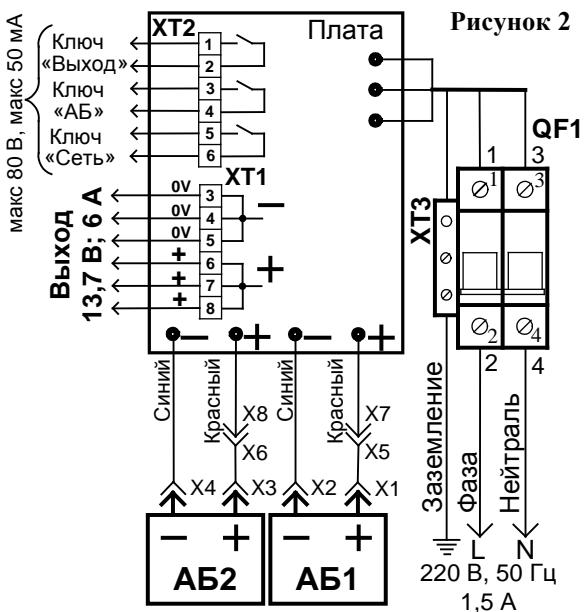

Рисунок 2
При подключении внешнего питающего напряжения 220 В к автомату QF1 необходимо соблюдать правильность подключения проводов «фаза» и «нейтраль». Подключение производить в соответствии с рис. 2.
- г) для организации дистанционной сигнализации наличия сетевого напряжения, выходного напряжения и напряжения АБ подключить выходы оптореле K1, K2 и K3 (рис. 2) к шлейфам сигнализации приборов.